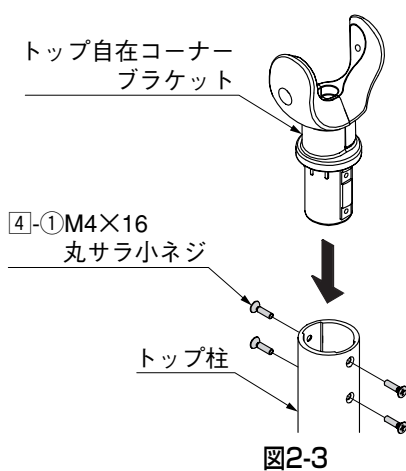

図2-3
- 1 トップ柱にトップ自在コーナーブラケットを挿入して、4-1で取付けてください。（図2-3参照）